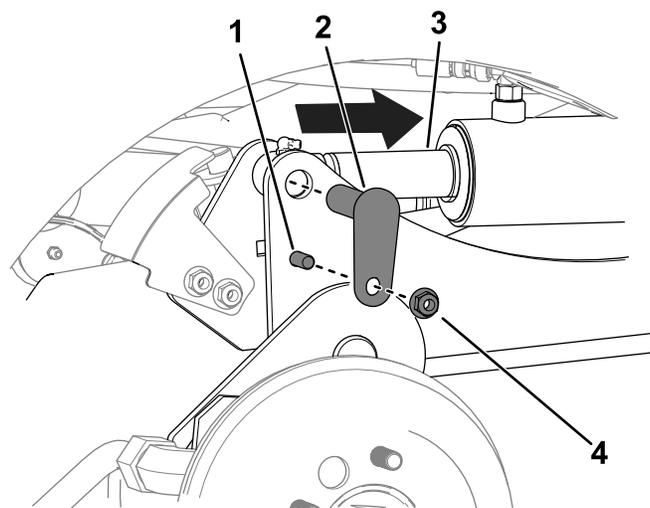

図 11
- C. ポンチを使って、シリンダロッドの穴と昇降アームの穴を揃える図 11。
- D. ボルト $\frac{3}{8}$ x $1\frac{1}{4}$ "2本、ナット $\frac{3}{8}$ "2個、小さいピン2本を使用して、昇降アームをシリンダに固定する図 11。